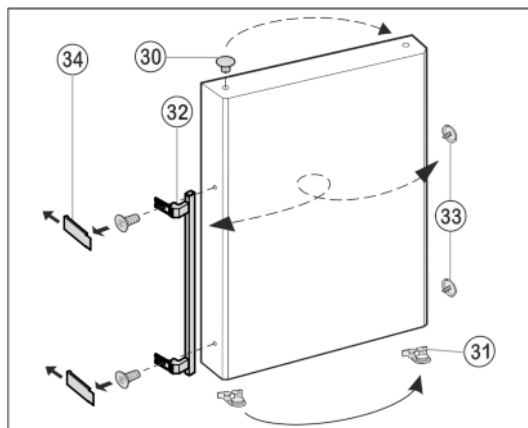

Fig. 11
- ▶ Zátky *Fig. 11 (30)* vyjměte z pouzdra ložisek dveří a přemístěte je.
- ▶ Madlo dveří *Fig. 11 (32)*, zátky *Fig. 11 (33)* a krycí destičky* *Fig. 11 (34)* odmontujte a přemontujte na protější stranu.